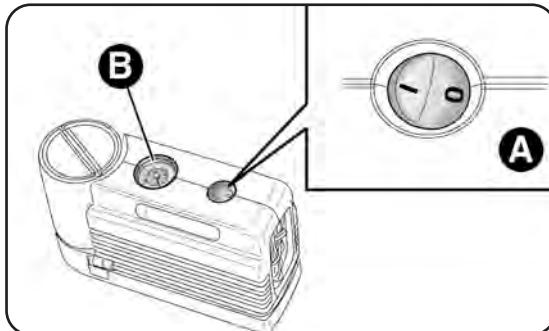
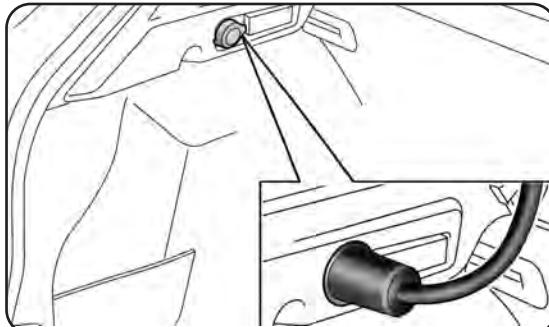

fig. 126
fig. 126a
- asegúrese de que el interruptor A-fig. 126 del compresor esté en posición 0 (apagado), arranque el motor, introduzca la clavija en la toma de corriente ubicada en el maletero (véase fig. 126a)/encendedor en el túnel central (véase fig. 127), encienda el compresor llevando el interruptor A-fig. 126 en posición I (encendido).
- infle el neumático a la presión indicada en el apartado "Ruedas" en el capítulo "Datos técnicos". Para obtener una lectura más precisa, compruebe el valor de la presión en el manómetro B-fig. 126 con el compresor apagado;